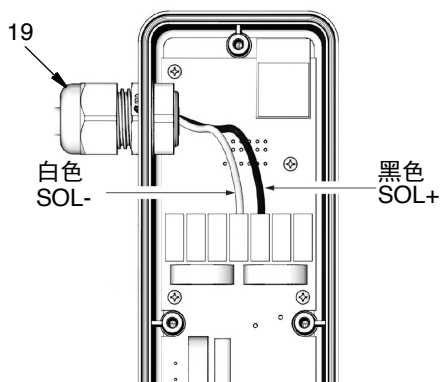

图 35
5. 在 PAC 电气外壳 (2) 内，断开 SOL- (白色) 和 SOL+ (黑色) 中的中性线 (白色) 和管线 (黑色) 与端子挡块 (图 35) 的连接。
6. 松开线扣 (19) 并完全卸下电缆 (图 35)。